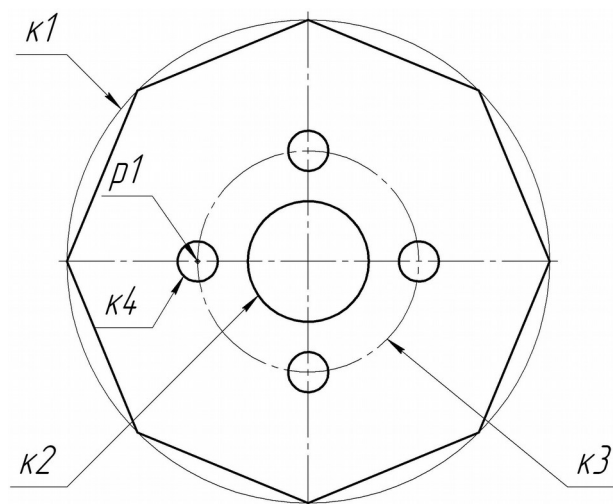

Рисунок 7
- натискаємо на команду **Создать объект**  (рисунок 7).